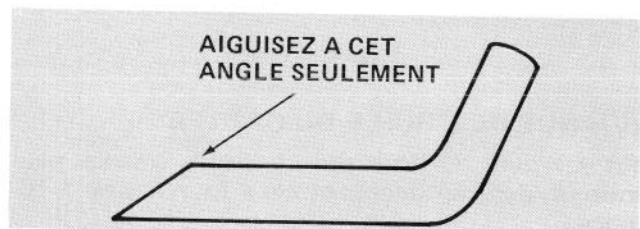

Figure 26
4. A l'aide d'une lime, aiguisiez le taillant aux deux extrémités de la lame (Fig. 26).
AVIS IMPORTANT: Aiguisiez le côté supérieur de la lame et maintenez l'angle de coupe d'origine pour assurer un taillant bien tranchant (Fig. 26). La lame restera équilibrée si vous enlevez la même quantité de métal aux deux extrémités de la lame.